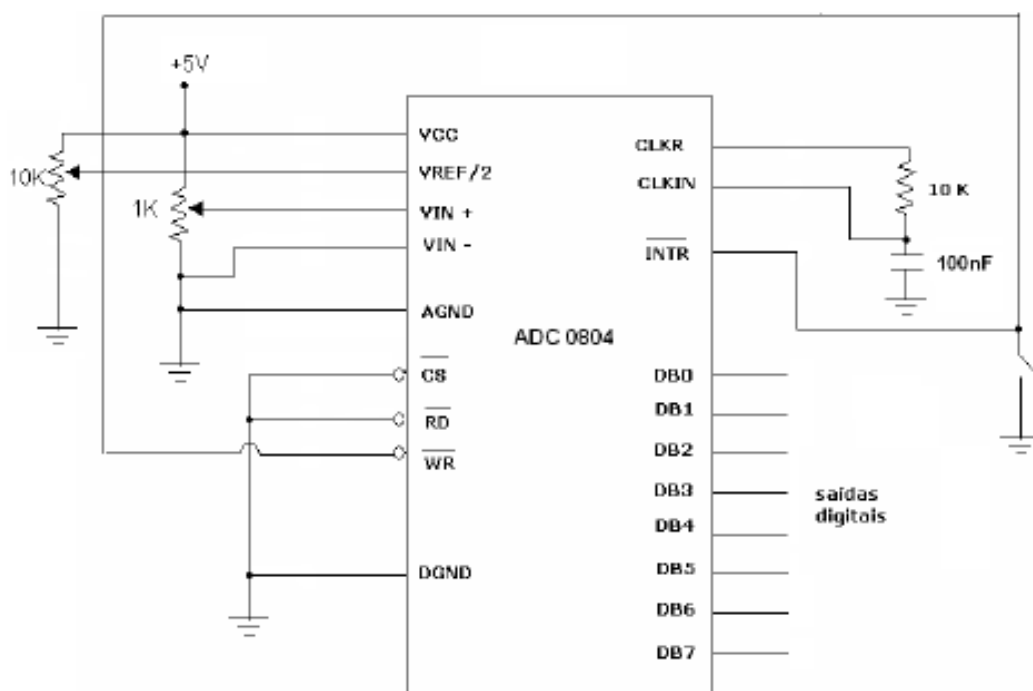
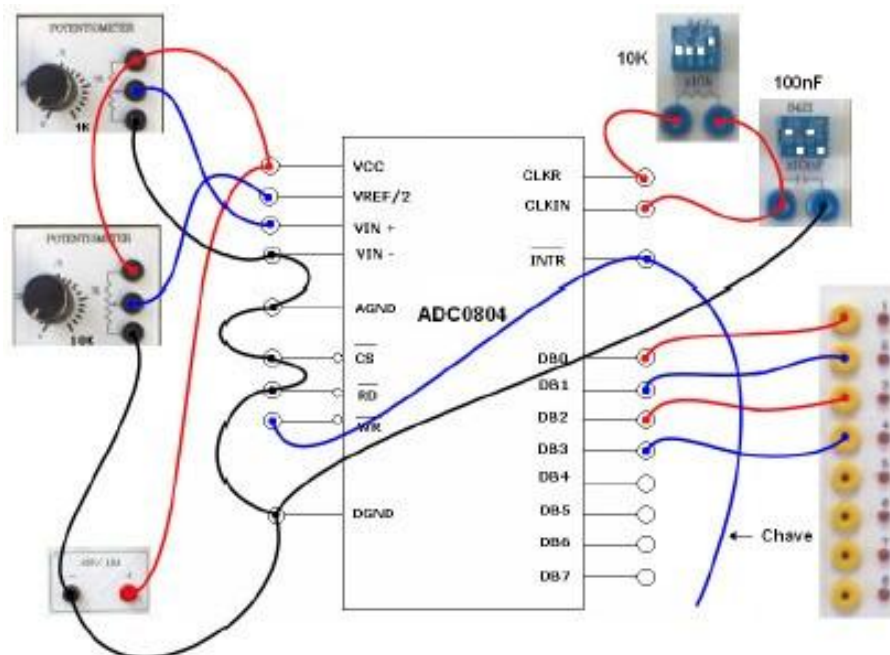

Figura 2: Conversor AD com CI ADC 0804
Figura 3: Conversor AD com CI ADC 0804 – ligações na placa 1116
A alimentação do CI ADC0804 é feita com 5V, existindo uma entrada VREF/2 que deverá ser ajustada com uma tensão aproximadamente metade do valor de Vcc, os pinos VIN(+) e VIN (-) são as entradas diferenciais (semelhante a um AO), se VIN(-) estiver aterrado, a entrada do sinal analógico será em VIN(+). As saídas digitais serão obtidas nos pinos DB0 a DB7. Para gerar o clock interno um capacitor de 100nF e um resistor de 10K deverão ser conectados conforme figura 2, esse clock determinará qual a frequência de amostragem do sinal analógico, os demais pinos CS, RD, WR e INTR são usados para facilitar a comunicação quando CI é usado junto com microcontroladores. Para maiores detalhes ver manual do CI.
1. Monte o circuito da figura 2 de acordo com layout da figura 3. Use o resistor e o capacitor programável (Programmable Resistor e Programmable Capacitor) da maleta para os